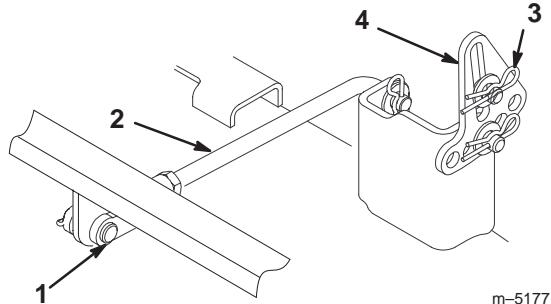

Bild 46
- Entfernen Sie den Splint und den Lastösenbolzen von den hinteren Drehzapfenstangen (Bild 46) an beiden Schneidwerkseiten.
- Entfernen Sie den Splint und die Scheibe von den Schneidwerk-Nivellierbügeln (Bild 46). Merken Sie sich das Loch, in dem der Nivellierungsbügel befestigt ist, für den Wiederzusammenbau. Schieben Sie die Bügel vom Montagestift herunter.
- Befestigen Sie die hintere Drehzapfenstange mit dem Splint und dem Lastösenbolzen an beiden Schneidwerkseiten (Bild 46).
- Schieben Sie die Nivellierungsbügel auf die Befestigungsstifte und sichern die Bügel mit den Scheiben und Splints ab (Bild 46).